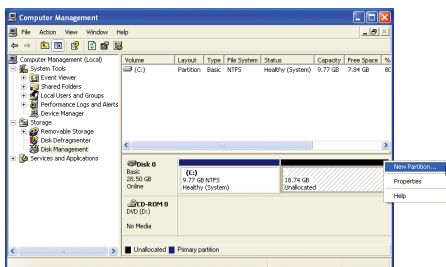

Figura 6
- Se o disco rígido não for particionado corretamente antes de instalar o sistema operacional, você pode criar novas partições usando espaço livre no seu disco rígido (Figura 6,7). Porém, se **Disk Management (Gerenciamento de disco)** mostrar que o disco rígido contém apenas a partição do sistema sem qualquer espaço não alocado, você não conseguirá criar novas partições ou utilizar o Xpress Recovery2. Se isto ocorrer, reinstale o sistema operacional e faça novamente o particionamento de seu disco rígido.